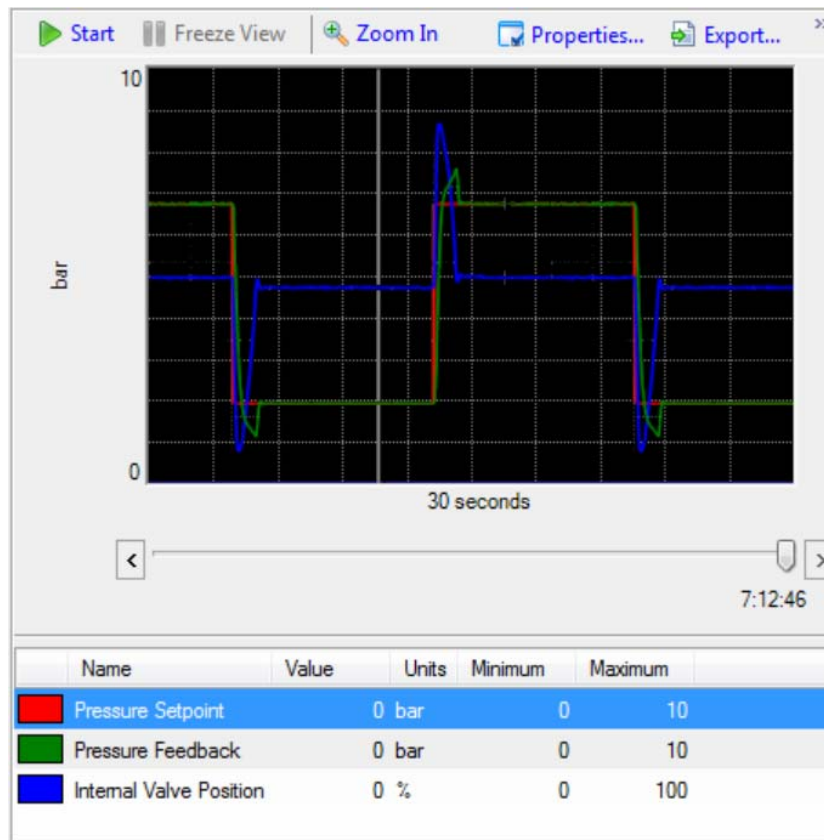

図 6-11. 予測ダイナミック性能
7. 設定点を 60%まで変化させます。フィードバック圧力が設定点まで素早く移動するまでプライマリゲインを調整します。圧力の増加によってアクチュエータへ流れを押し込む必要があるため、制御範囲内におけるいくらかのオーバーシュートの発生は正常です(図 6-11 参照)。